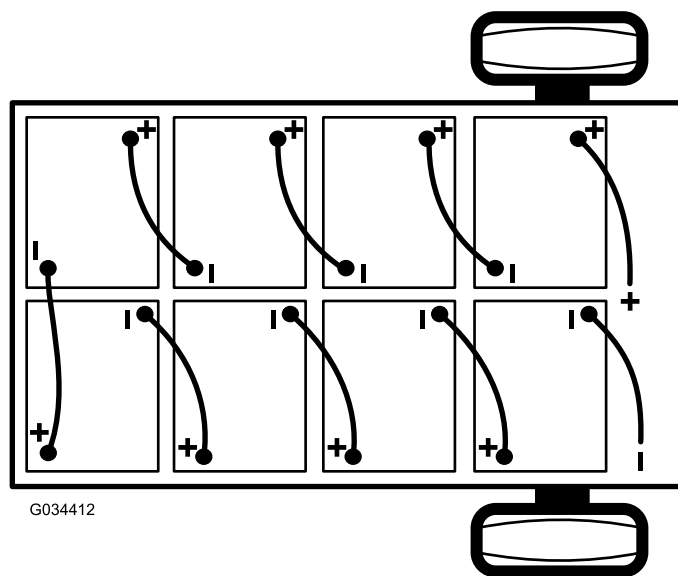

Figura 39
2. Deconectai cablul principal negativ al bateriei (negru) care leagă banca de baterii de punctul de legare la sarcină al mainii (Figura 39).
3. Deconectai cablul pozitiv principal al bateriei (rou) care leagă banca de baterii de contactorul principal al mainii (Figura 39).
Notă: Fii atent la polaritatea bateriilor când montați noile baterii (Figura 39).
6. Conectați bateriile împreună aa cum este prezentat în Figura 39 cu ajutorul cablurilor de interconectare ale bateriilor pe care le-ai îndepărtați la pasul 1.
2. Conectați cablul pozitiv principal al bateriei (rou) între banca de baterii i maină (Figura 39).
3. Conectai cablul principal negativ al bateriei (negru) între banca de baterii i maină (Figura 39).